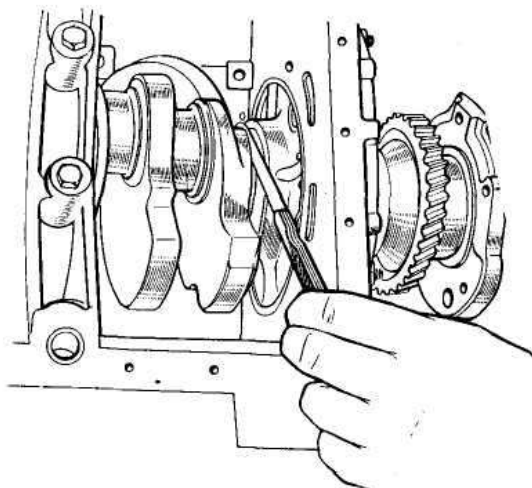

Рис. 50. Проверка осевого перемещения коленчатого вала
- проверьте осевое перемещение коленчатого вала, помещая щуп между опорным буртом подшипника передней опоры и буртом щеки коленчатого вала (рис. 50) при отжатом коленчатом валу. Осевое перемещение коленчатого вала должно быть 0,06...0,27 мм. Этим контролируется правильная посадка опор.